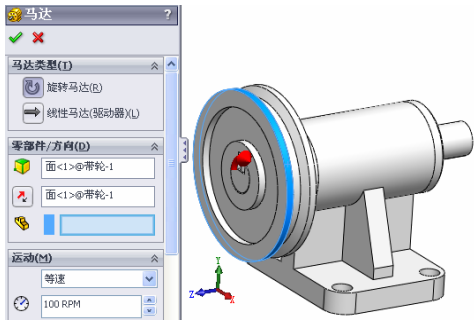

图 13-36 选择旋转方向
③ 在属性管理器“马达类型”一栏中选择“旋转马达”，在视图中选择带轮表面，属性管理器和旋转方向，如图 13-36 所示。